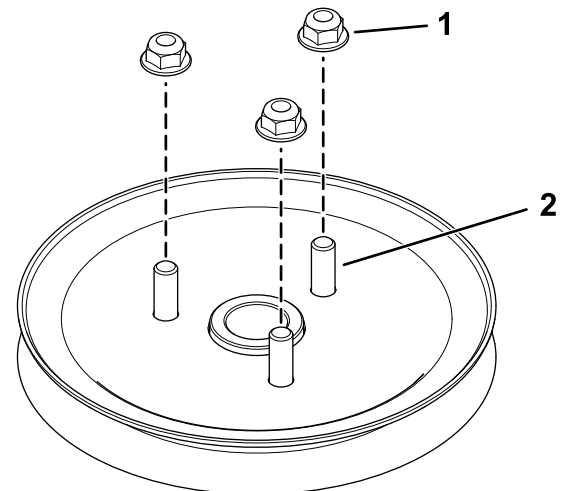

Figure 7
3. Serrez légèrement les 3 écrous sur les goujons (Figure 7).